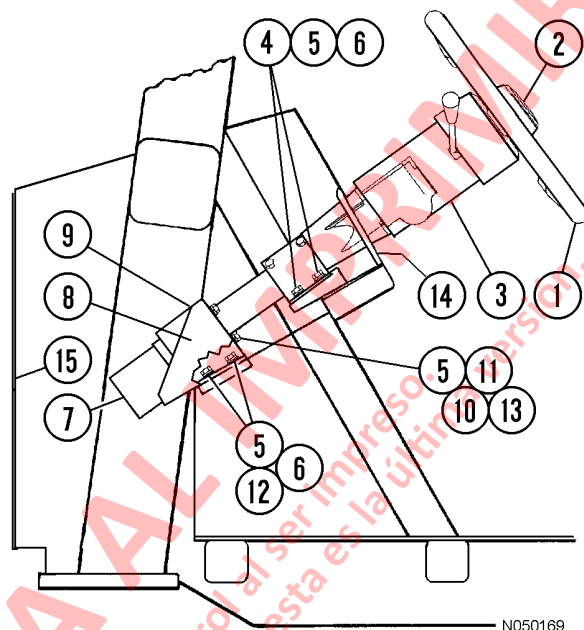

FIGURA 5-2. INSTALACIÓN DE LA COLUMNA DE DIRECCIÓN
3. Retire la cubierta de acceso (15, Figura 5-2) de la parte frontal de la cabina.
1. Inserte el tornillo (10, Figura 5-2) con las arandelas de seguridad (11) y las arandelas planas (5) a través de los soportes (8) y (9) y luego a través de la brida de la columna de dirección. Agregue una segunda arandela plana (5) y tuerca (13) en cada tornillo para mantener las piezas juntas. Apriete firmemente las tuercas.
2. Deslice el conjunto completo por los bloques cónicos hasta que los soportes (8) y (9) entren en contacto con la superficie de montaje de la cabina. Instale los tornillos (4) y (12) con arandelas planas (5) y arandelas de seguridad (6). Apriete solo los tornillos (4).
3. Inspeccione los soportes (8) y (9) para ver si entran en contacto de manera uniforme con la superficie de montaje, queden planos y se inclinen junto con la superficie. Si es así, apriete los tornillos (12). Si los soportes no están totalmente paralelos, instale las arandelas planas que sean necesarias para eliminar el espacio entre los soportes y la superficie de montaje. Apriete los tornillos (12) al torque estándar.
4. Después de apretar los tornillos (4) y (12) al torque estándar, retire las tuercas (13) y las arandelas planas (5) que mantenían la columna de dirección en los soportes. No saque los tornillos (10) de los soportes.